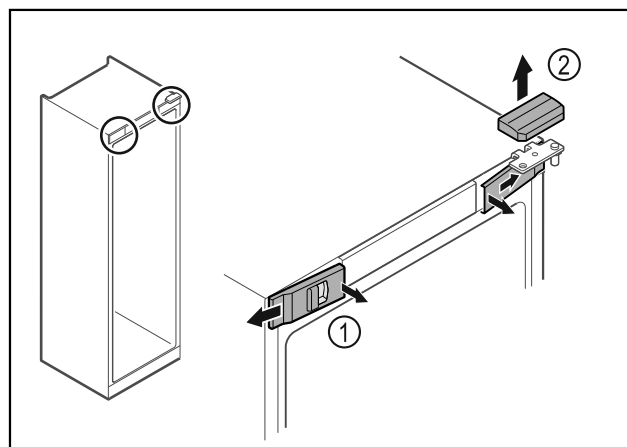

Fig. 7 *
- Disinnestare le coperture anteriori Fig. 7 (1) dall'interno ed estrarle lateralmente.*
- Rimuovere la copertura superiore Fig. 7 (2) sollevandola verso l'alto.*